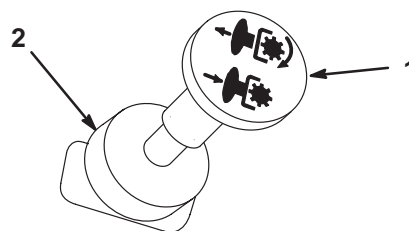

Figure 6
4. Placez la commande de prise de force (PDF) en position désengagée (Fig. 6).
- Désengagez la PDF (Fig. 6).